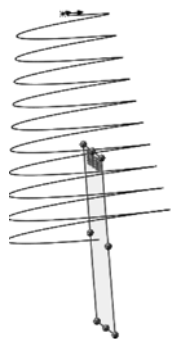

图 4-16 创建的基准面
(3) 确认创建的基准面。单击“基准面”属性管理器中的（确定）按钮，则创建通过点 A 且与螺旋线垂直的基准面 1，如图 4-16 所示。